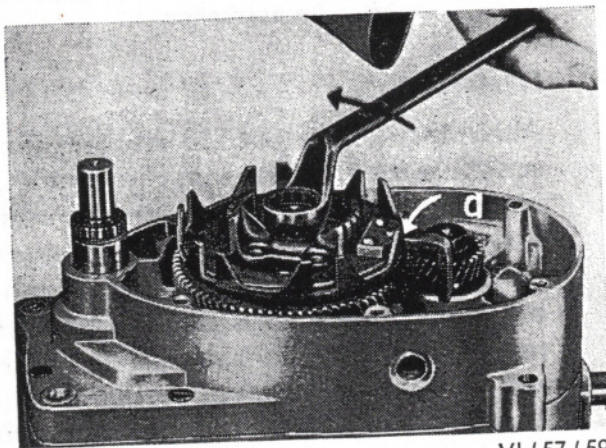

Abb. 27 Sechskantmutter von der Kupplungswelle abschrauben
5. Arretierstück „a“, T.-Nr. 0101-71301-00.1, zwischen Kupplungskorb und inneren Mitnehmer einlegen. Sechskantmutter mit Steckschlüssel (SW 19) abschrauben. (Siehe Abb. 27.)